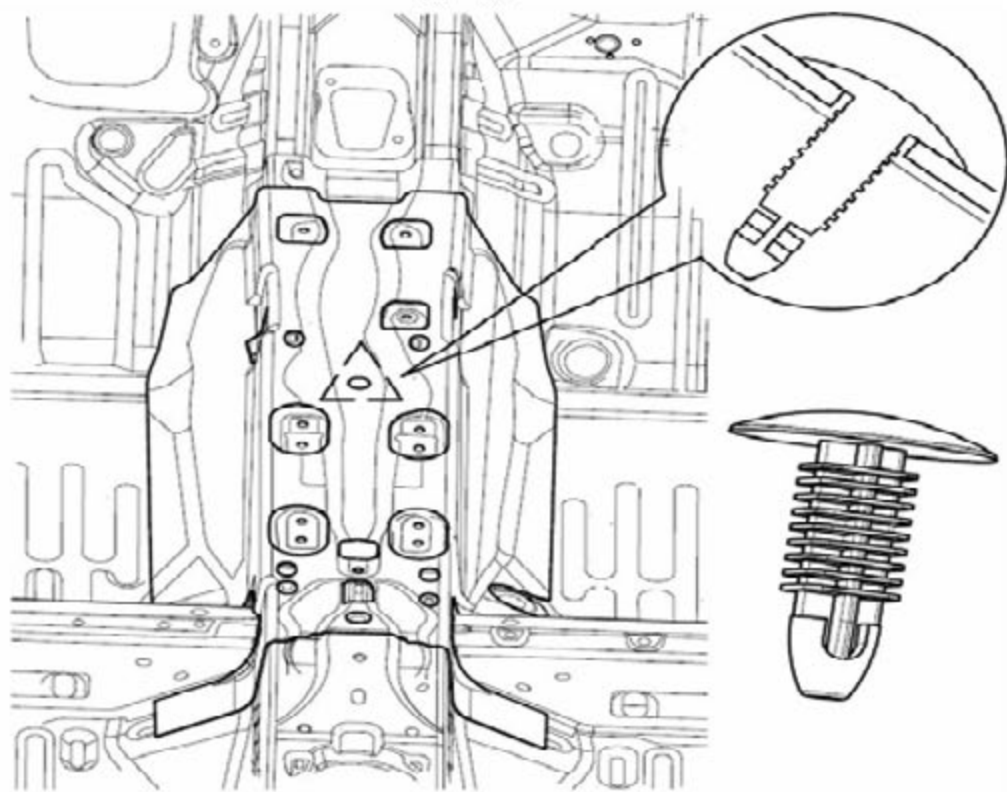

图 7-8-1 副仪表台隔热垫总成拆卸示意图
- 1).用一字螺丝刀将副仪表板台隔热层固定卡扣（BL5108）撬松（如图 7-8-1 所示），将卡扣取下，副仪表台隔热层方可取出。